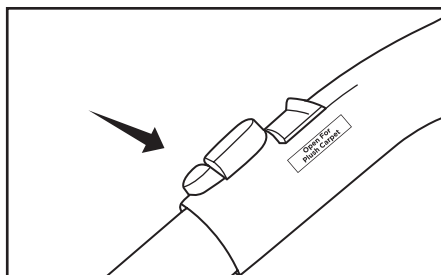

Imagen 1
- Desconecte el tubo del mango curvo presionando el Botón de Liberación del Tubo (Imagen 1).